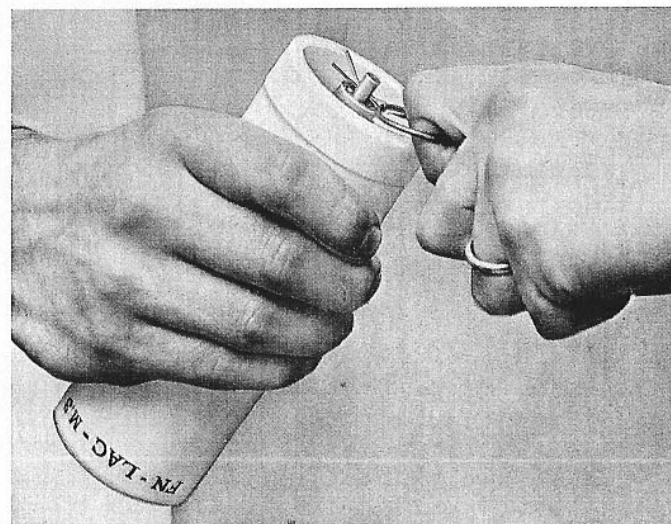

Fig. 5
2. **Lancement à la main.** Saisir le corps de la grenade de la main droite. Avec l'index de la main gauche, passé dans l'anneau porte-goupille, tirer vivement celui-ci, afin de libérer le mécanisme de percussion (fig. 5).